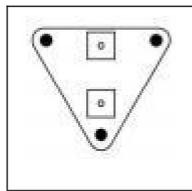

Fig. 1.
1). Utilisez les panneaux muraux (3) pour définir la position requise des ventilateurs. marquer trois Trous de montage, percez trois trous dans les emplacements marqués. Assurez-vous que votre la zone de montage est structurellement solide et exempte de toute obstruction. Voir le (Fig. 1.)